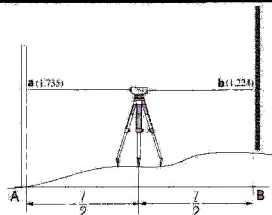

Fig.5
4. Diferenta de inaltime intre punctele A si B, este $a-b$ (Fig.5)